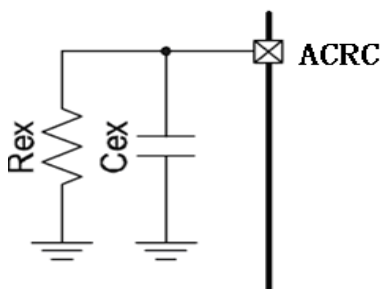

图8. ACF模式引脚ACRC的外接方式
*2:连接方式见下图8所示。
ACF模式下启动时间*1和释放时间*2可通过在ACRC端外接不同的电阻(Rex)和电容(Cex)值灵活地设置,连接方式见图8所示。